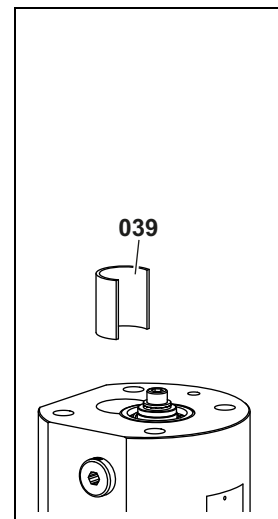

Abb. 5
4. Spindelsatz in Messgehäuse **128** einschieben. Distanzhülse **039** in Bohrung der Messspindel klein **672.2** einschieben, siehe Abb. 5, Seite 31.